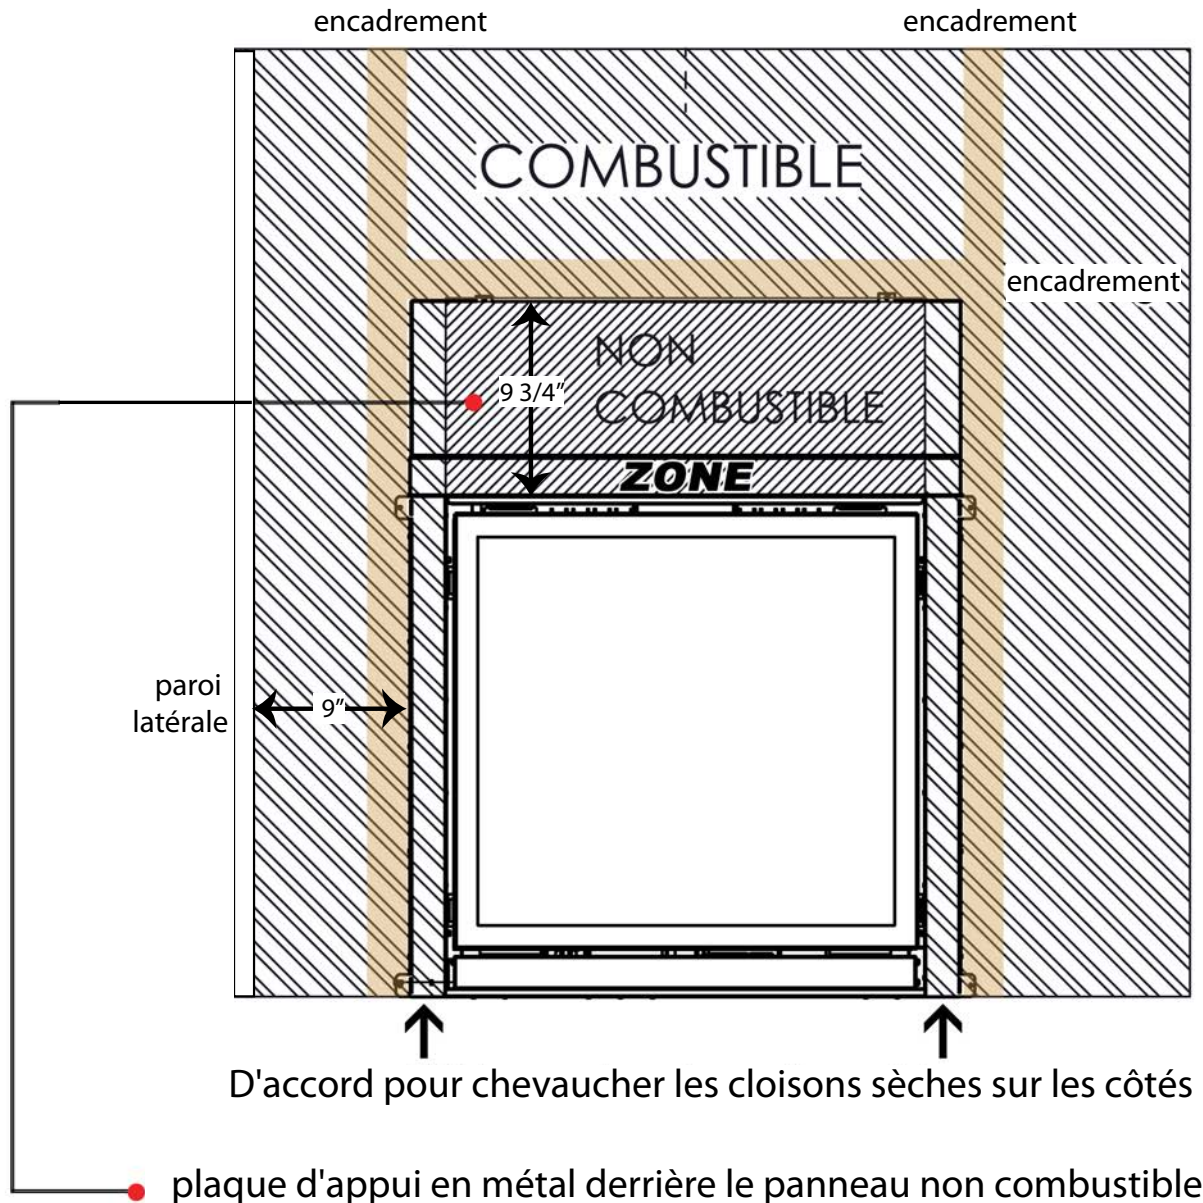

Figure 19. Dégagements non-combustibles
**Manteau :** Il n'est pas nécessaire d'installer un manteau, mais si on le souhaite, suivez les consignes de la figure 19. Side manteau clearance ne devrait pas être inférieure à la distance entre le haut de l'appareil vers le bas sur la partie supérieure du manteau .